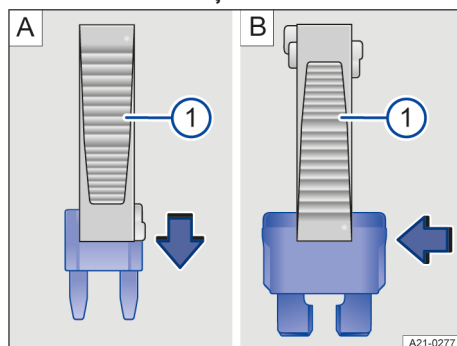

Fig. 184 Extragerea sau înlocuirea siguranței (imagine de referință).
① Clește din plastic.
1. După caz, luați cleștele din plastic → fig. 184 ① din capacul respectivului panou de siguranțe.
2. Pentru *siguranțele mici*, introduceți cleștele din plastic de sus → fig. 184 **A** ① sau pentru *siguranțele mai mari* glisați cleștele din plastic lateral pe siguranță → fig. 184 **B** ①.
4. Dacă o siguranță este arsă, înlocuiți-o cu o altă siguranță de aceeași capacitate (aceeași culoare și etichetată la fel) și de aceeași dimensiuni → ①.